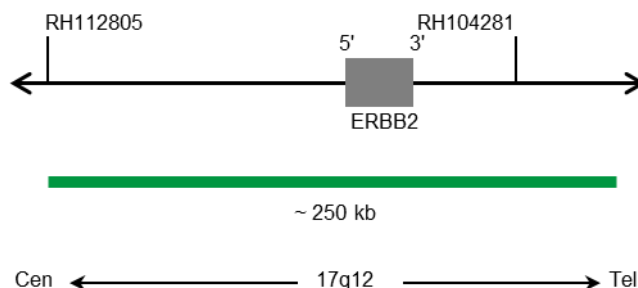

Fig. 1: SPEC ERBB2 Mappa della sonda (non in scala)
- Polinucleotidi marcati con digossigenina (~1,1 ng/μl), le cui sequenze target mappano in 17q12* (chr17:37,725,661-37,973,541) che ospitano la regione del gene ERBB2 (vedere Fig. 1).